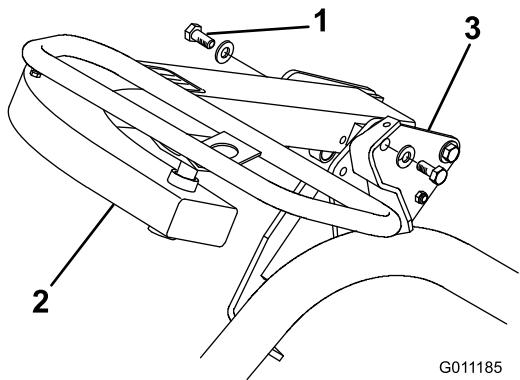

Figure 6
3. Sélectionnez le trou de montage voulu pour le confort de l'opérateur et fixez le bras avec les 2 boulons (1/2 x 3/4") et rondelles (1/2") (une de chaque dans les pièces fournies séparées) (Figure 6).